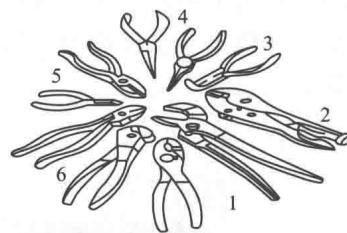

图1-10 常用钳子类型
(1) 鲤鱼钳和克丝钳 如图 1-10 所示，鲤鱼钳钳头的前部是平口细齿，适用于夹捏一般小零件；中部凹口粗长，用于夹持圆柱形零件，也可以代替扳手旋小螺栓、小螺母；钳口后部的刃口可剪切金属丝。
(2) 尖嘴钳 如图1-10所示，因其头部细长，所以能在较小的空间内工作，带刃口的能剪切细小零件，使用时不能用力太大，否则钳口头部会变形或断裂。其规格以钳长来表示，常用160mm一种。